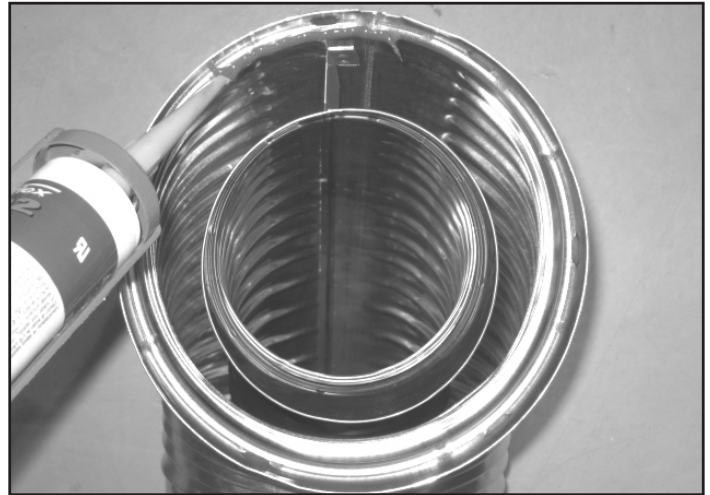

Figure 7.1 Scellant silicone à haute température
- Appliquer un cordon de produit d'étanchéité à la silicone (température nominale d'exposition continue minimale de 150 °C [300 °F]) à l'intérieur du conduit femelle externe avant de joindre les sections. Voir la figure 7.1.